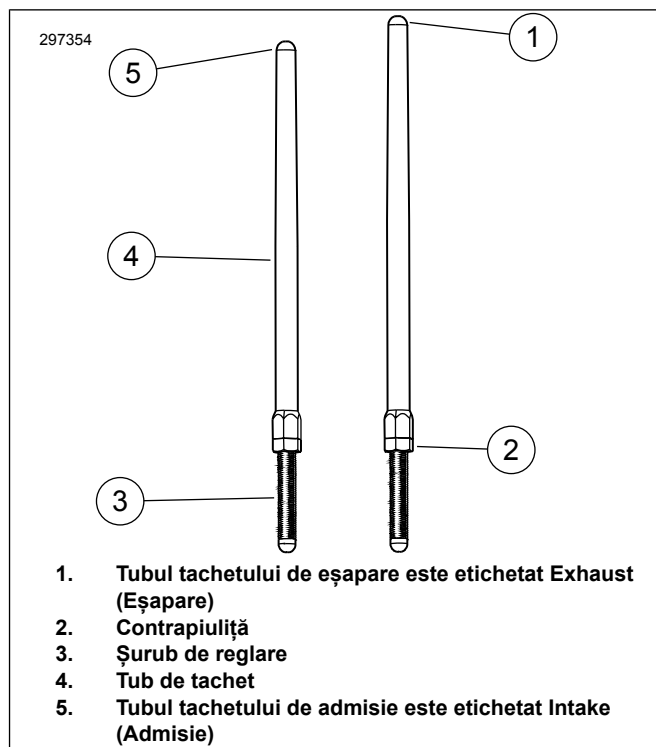

Figura 1. Tacheț reglabil
6. Figura 1 Slăbiți contrapiulițele de la toți tacheții și reglați-i la lungimea lor cea mai scurtă.